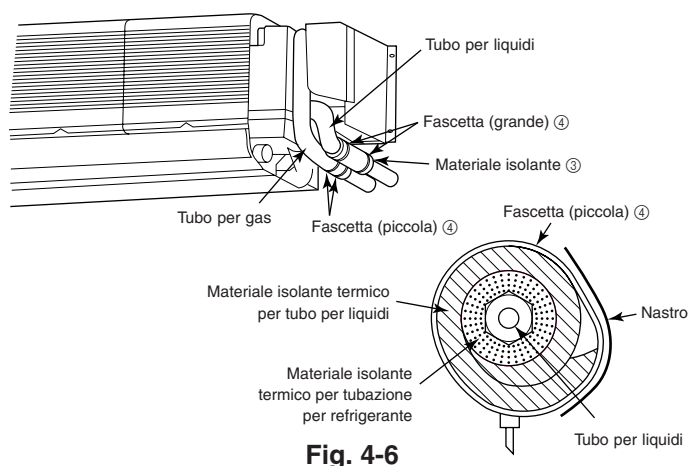

Fig. 4-6
4.4. Realizzazione della tubazione del refrigerante (Fig. 4-6)